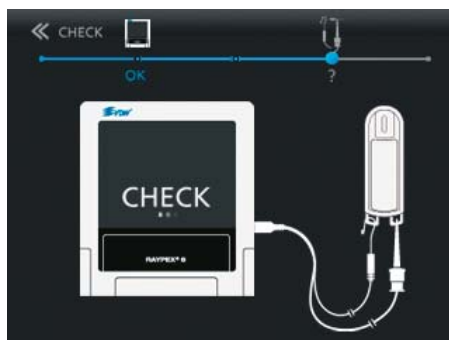

Fig. 33: Conecte el clip para limas y el clip labial al probador de funcionamiento
- Conecte el clip para limas y el clip labial (o un segundo clip para limas) a las tiras de contacto del probador de funcionamiento, como se indica en la pantalla (Fig. 33).